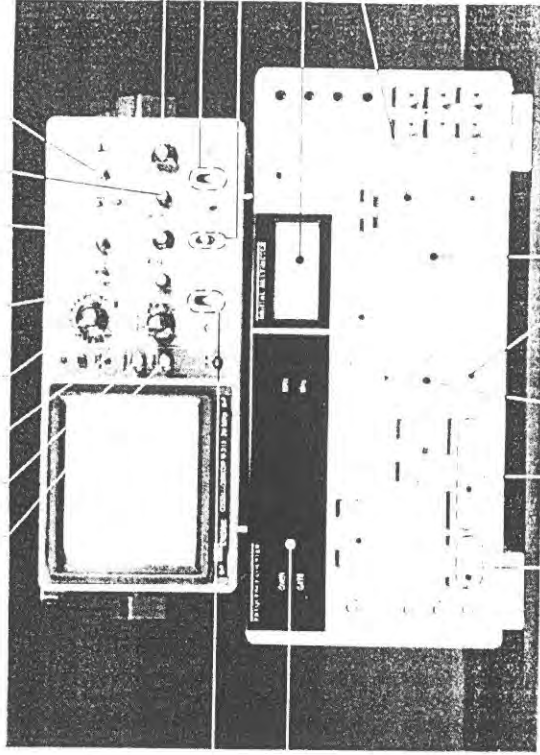

Abbildung 3: Messaufbau zur Ermittlung der Leistung
16. Welche Untersuchungen mit einem Sinus-Generator sind erforderlich, um die Leistung eines Leistungssignals im Bereich von 5A bis 5W und einer Frequenz von 100Hz auf Kosten zu ermitteln, wie es durch die Abbildung 3 dargestellt ist? Die möglichen, für die Untersuchung sinnvollen Konstruktionslösungen anhand des Bildes, müssen die Beschriftung in Tabelle 1 erfüllen.